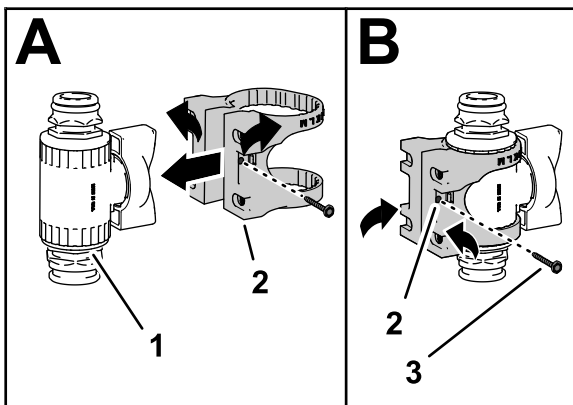

图 19
3. 如 图 19 中的 A 所示将阀安装座装到控制阀上。
4. 用凸缘头螺丝 6 号将阀安装座固定至控制阀然后用手拧紧螺丝 图 19 中的 B。